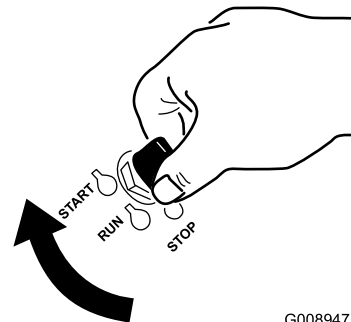

図 15
1. 始動キーを Start 位置に回す 図 15。エンジンが始動したら、キーから手を離す。
6. 始動キーを Start 位置に回す 図 15。エンジンが始動したら、キーから手を離す。